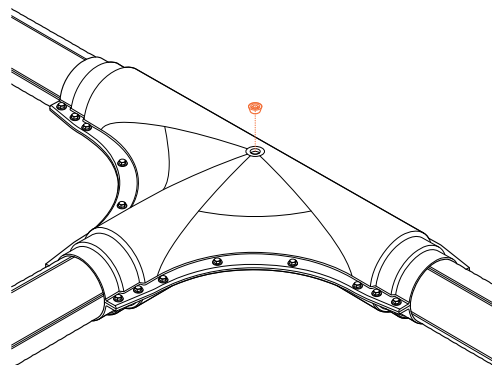

Рис. 4.6.8
- Подключить гидронасос и, придерживая фитинг, подвести подвижную плиту до фиксации торцов фитинга в упорных вставках (рис. 4.6.8).
8. После завершения процесса пенообразования закрутить герметизирующую пробку (рис. 4.6.8).